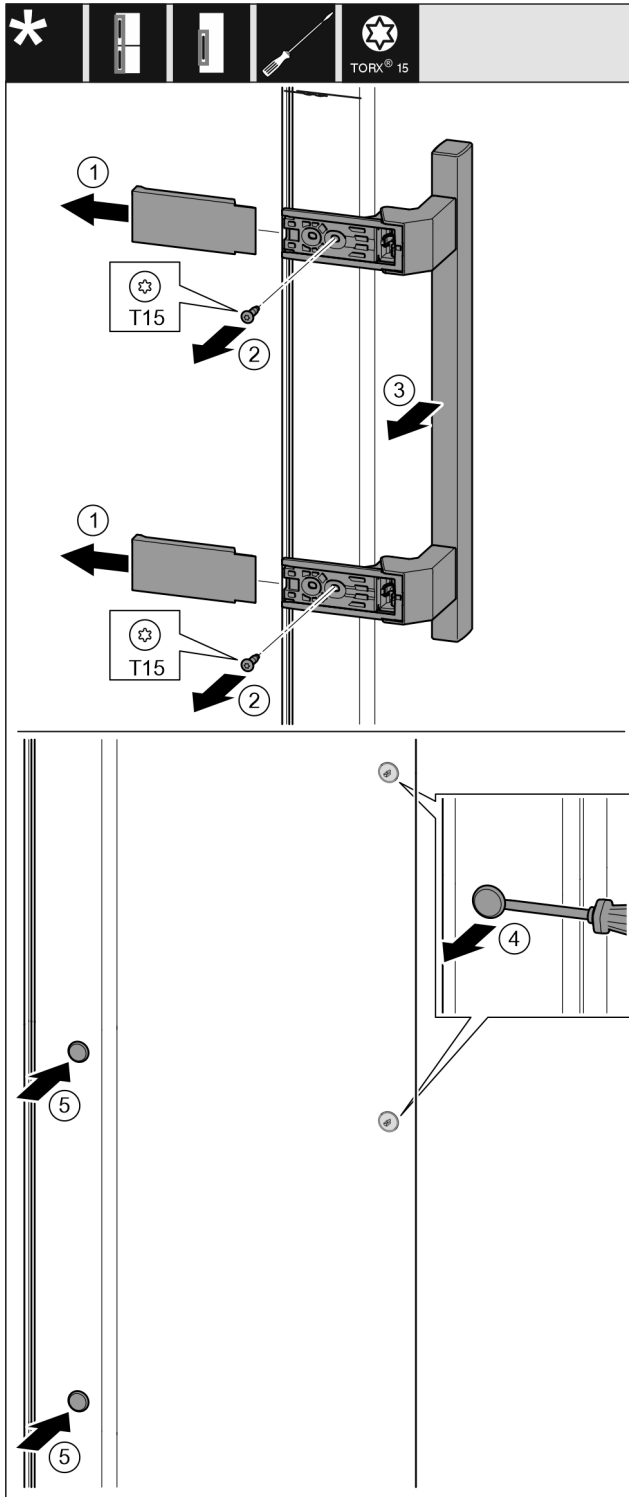

Fig. 13
- ▶ Húzza le a fedelet. Fig. 13 (1)
- ▶ Csavarja ki a csavarokat a T15 csavarhúzóval. Fig. 13 (2)
- ▶ Vegye le a fogantyút. Fig. 13 (3)
- ▶ Óvatosan emelje meg az oldalsó dugókat lapos csavarhúzóval, és húzza ki őket. Fig. 13 (4)
- ▶ Tegye vissza a dugókat a másik oldalra. Fig. 13 (5)